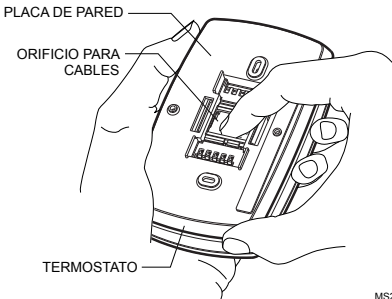

Fig. 2. Separe la placa de pared del termostato.
1. Separe la placa de pared del termostato. Vea la Fig. 2.